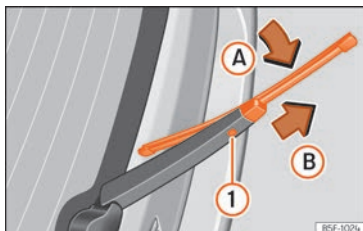

Fig. 42 Substituição da escova do vidro traseiro.
- Rode ligeiramente a escova » **Fig. 42** (seta A).
- Mantenha pressionado o botão de desbloqueio ❶ puxando pela escova no sentido da seta B.
- Introduza uma escova nova no braço limpa para-brisas **com o mesmo comprimento e características**, no sentido contrário à seta B até que encaixe o botão ❶.